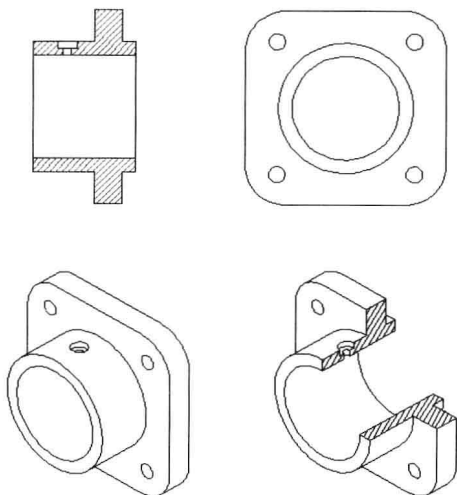

图 9-3-24
(26) 使用截面工具创建的剖面图、左视图、轴测图和轴测剖视图，如图 9-3-24 所示。